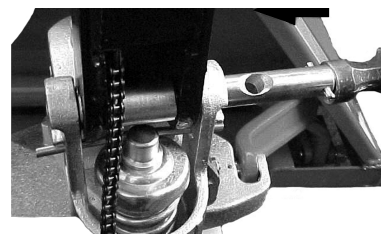

Рис.6: Сборка оси
- Вставить рукоять управления (1) в гидроузел, затем с помощью молотка вставить ось с отверстием в гидроузел и рукоять управления (рис.6).